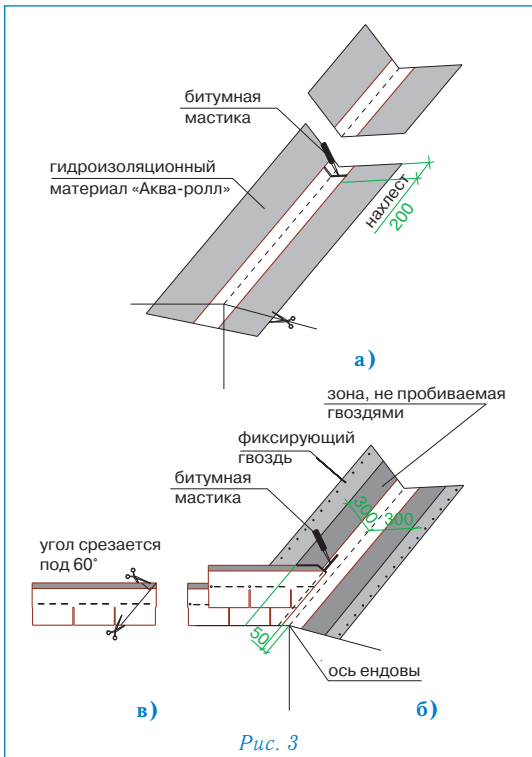

Рис. 3
Ендова (рис. 3)
- ровно по центру ендовы расстилается специальный рулонный материал «Аква-ролл», фиксируется в верхней части двумя гвоздями и обрезается в нижней части по линии карниза (рис. 3а);
2. «Аква-ролл» укладывается с нахлестом 20 см, место нахлеста тщательно обрабатывается битумной мастикой (рис. 3а).
- непосредственно перед укладкой в ендову черепицы, защитная пленка с лицевой стороны «Аква-ролла» снимается и на самоклеящуюся поверхность укладываются листы черепицы, обрезанные в соответствии с заранее отбитыми линиями (рис. 3б);
Внимание: 1. Необходимо также подрезать верхний уголок обрезанного края листа (см. рис. 3в) для правильного стока воды.
2. Крепление обрезанного листа к медной части «Аква-ролла» осуществляется при помощи сплошной полосы битумной мастики (рис. 3б).